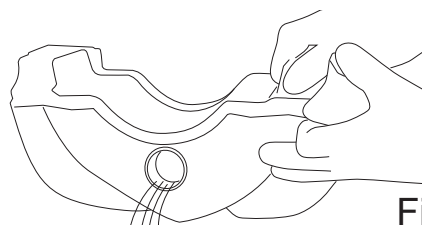

Fig.24
- Слейте содержимое бака через переднее отверстие (рис. 24).